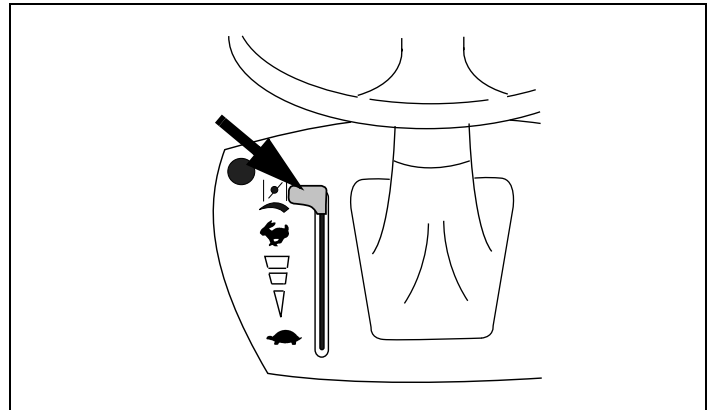
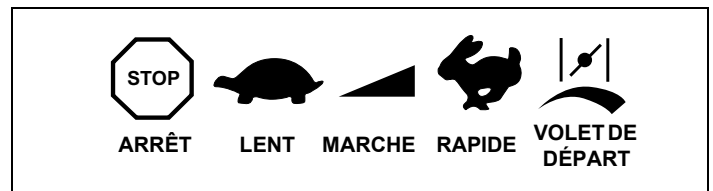

Figure 13. Commande combinée de vitesse et volet de départ
Figure 14. Commandes de moteur typiques
2. Déplacez la commande combinée à la position **VOLET DE DÉPART** ou **MARCHE**, le cas échéant (consultez les directives du fabricant de l'équipement). Voir les Figures 13 et 14.
*Si vous redémarrez votre moteur à chaud, après un court arrêt, amenez la commande combinée à la position **RAPIDE** au lieu de la position **VOLET DE DÉPART** ou **DÉMARRAGE**. Voir les Figures 13 et 14.*
- b. Déplacez ensuite la commande combinée à la position désirée dans la plage **MARCHE**. Voir la Figure 13. et la Figure 14.
2. Déplacez la commande de vitesse du moteur à la position RAPIDE et réglez la commande du volet de départ à la position VOLET DE DÉPART MAXIMUM (consultez les directives du fabricant de l'équipement). Voir les Figures 14, 16, 17 et 18.